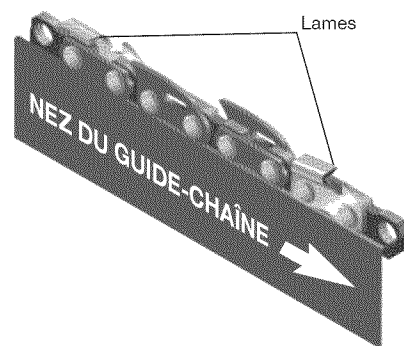

Figure 37 - Installation correcte de la chaîne coupante
4. Placez la nouvelle chaîne autour du pignon d'entraînement, le long de la rainure du guide-chaîne et autour du nez du guide-chaîne. *Remarque : Assurez-vous que les lames de la chaîne sont dirigées dans la bonne direction. Positionnez la chaîne de manière à ce que les lames situées au-dessus du guide-chaîne soient face au nez du guide-chaîne (voir figure 37 et le témoin situé sur le côté de la scie).*